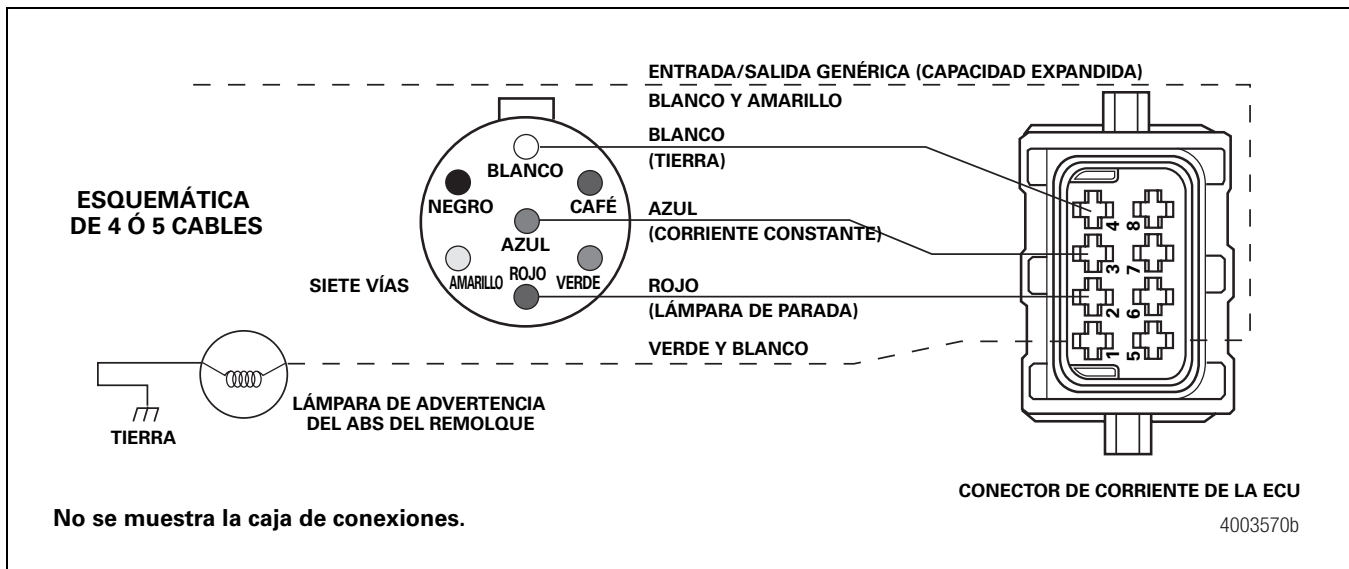

Figura 10
- **Cable de conexión estándar de la industria:** Conecte el cable de corriente al arnés montado en el remolque. Figura 10.
- **Cable de corriente despuntado, opcional:** Conecte el cable y la lámpara de advertencia del ABS al conector de siete vías montado sobre el remolque de acuerdo al diagrama siguiente. Figura 10.